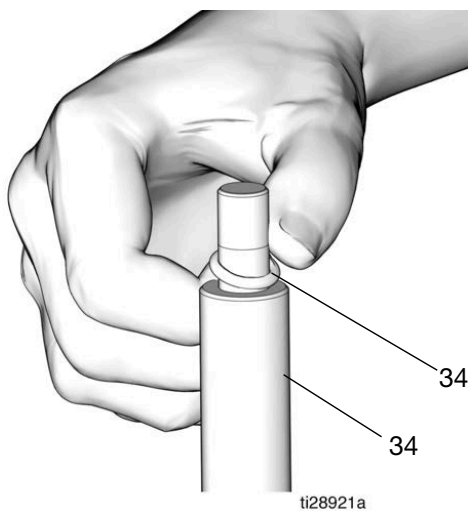

FIG. 29
5. Aplique una capa fina de grasa en la junta tórica (34a). Coloque la junta tórica sobre las ranuras del eje del pistón (34) (FIG. 29).